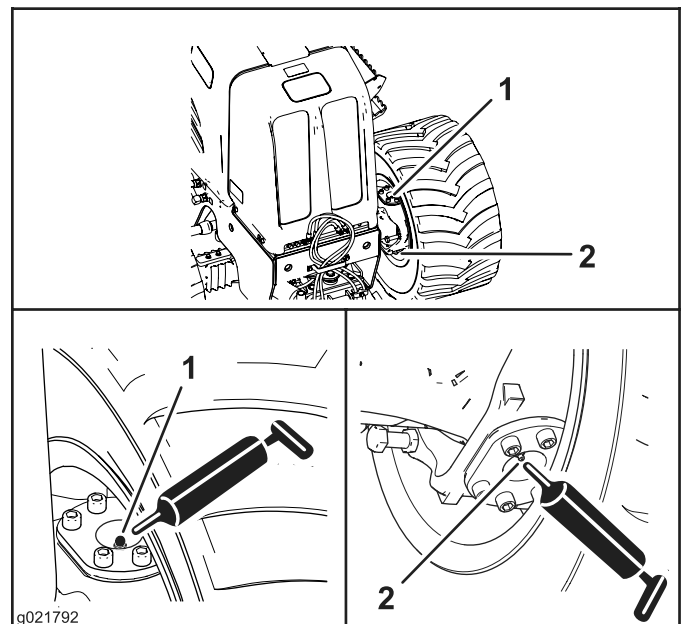
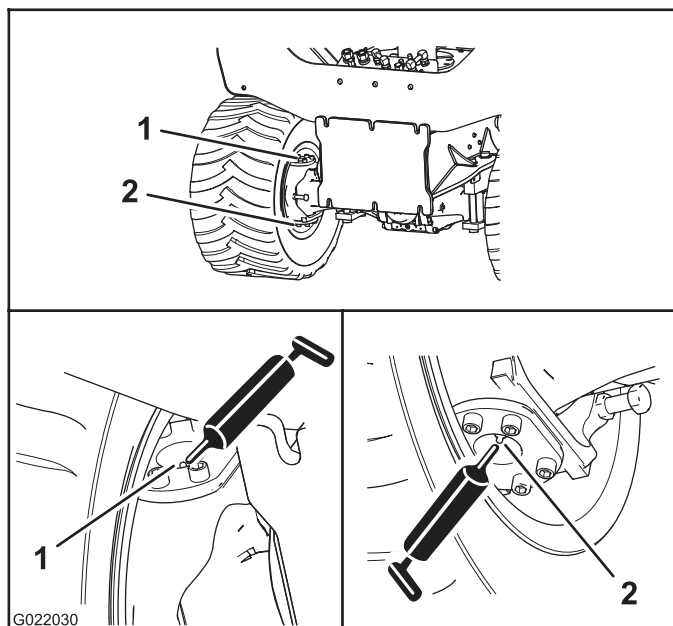

Figure 31
Figure 32
2. Raccordez une pompe à graisse aux graisseurs des pivots supérieur et inférieur, et injectez 2 ou 3 jets de graisse dans chaque graisseur (Figure 31 et Figure 32).